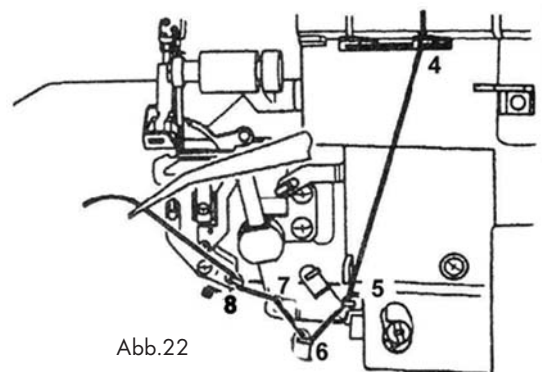

Abb.22
5. Fädeln Sie im Greiferraum gemäß der gelben Markierungen den Faden ein (4 - 8) (Abb. 22).